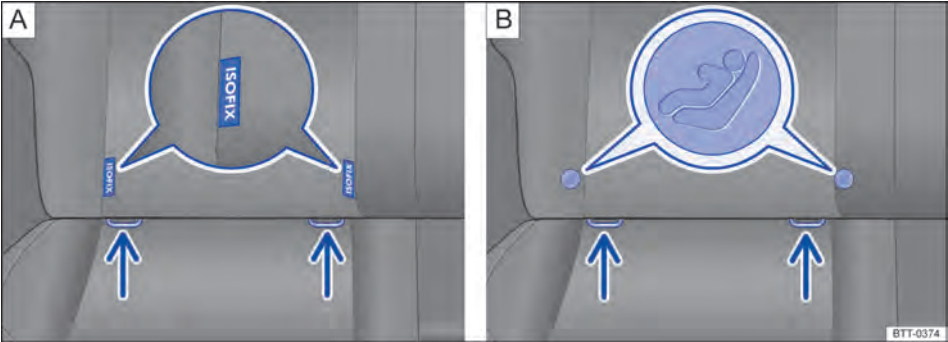

Fig. 67 No banco do veículo: variantes de identificação dos pontos de ancoragem inferiores para cadeiras de criança.
- Na instalação ou desinstalação, observar a instrução do fabricante da cadeira de criança ⇒ ❷.
- Encaixar a cadeira de criança nos olhais de retenção ⇒ Fig. 67 no sentido da seta. A cadeira de criança deve engatar de forma segura e audível.
- Colocar a cadeira de criança sobre a superfície do banco e prender os ganchos dos cintos de fixação nos olhais de retenção ⇒ Fig. 67.